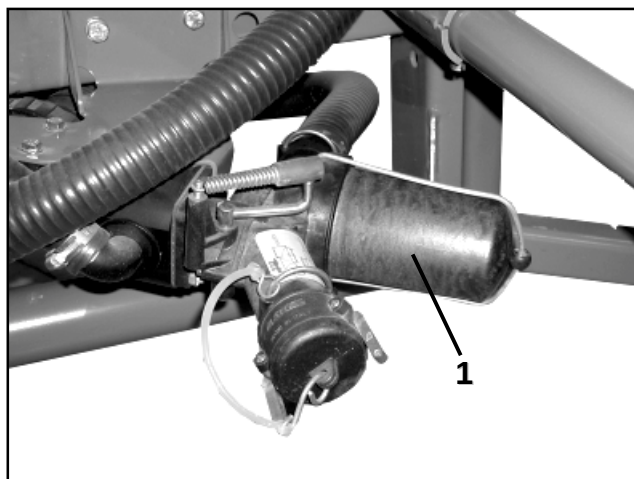

Fig. 7.14
- Den fortyndede restmængde, der er i beholderen, tømmes over i en egnet opbevaringsbeholder ved hjælp af filterhanen (fig. 7.14/1).